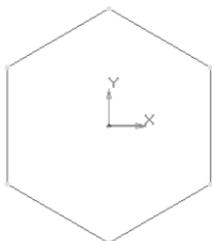

Рис. 129
- ортогональное черчение. Расположите шестиугольник, как показано на рис. 129;